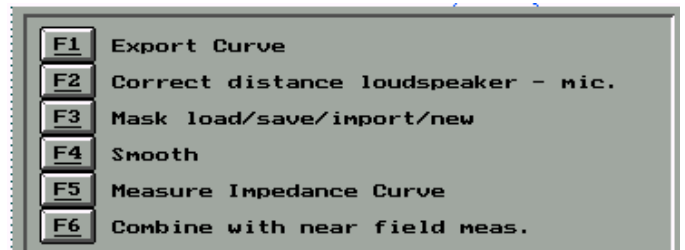

图 5-14
- e) F10 Functions: 其它功能设定, 得到图 5-14 界面